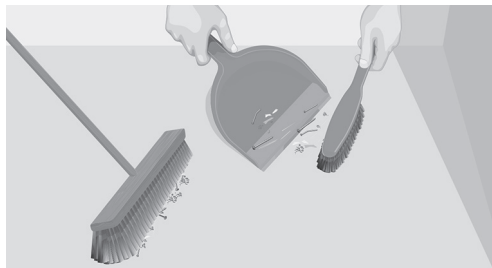

Fig. 3. Rengjøring av gulvet før installasjon
5. Rengjør undergulvet (Fig. 3). Sørg for å fjerne alle utstående spiker, skruer og lignende gjenstander. Rengjør gulvet og fjern alt løst rusk, støv og smuss.